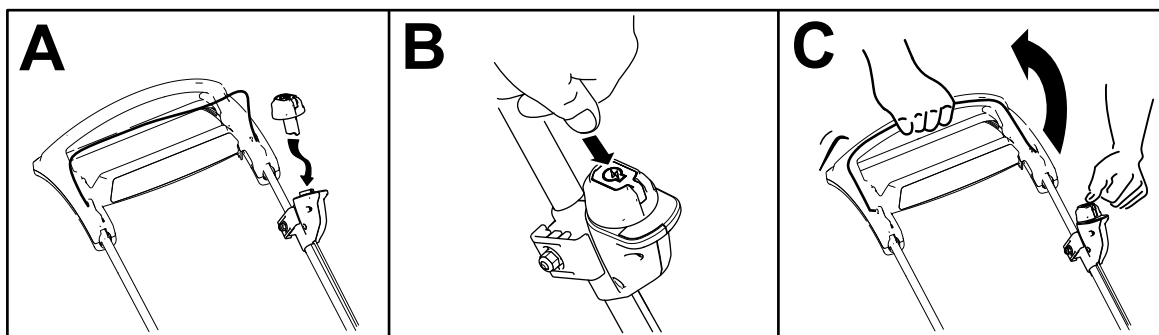

Figura 10
2. Introduzca el botón de arranque eléctrico en el interruptor de arranque eléctrico (Figura 10, A).
3. Pulse el botón de arranque eléctrico (Figura 10, B).
4. Apriete la barra de control de la cuchilla contra el manillar (Figura 10, C).